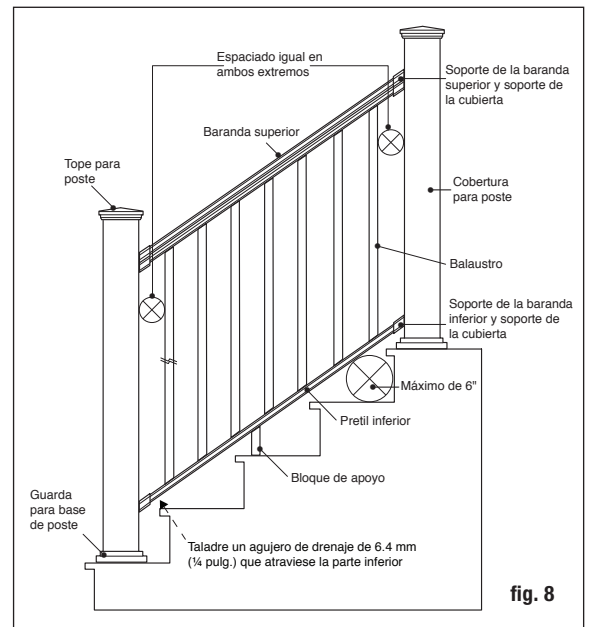
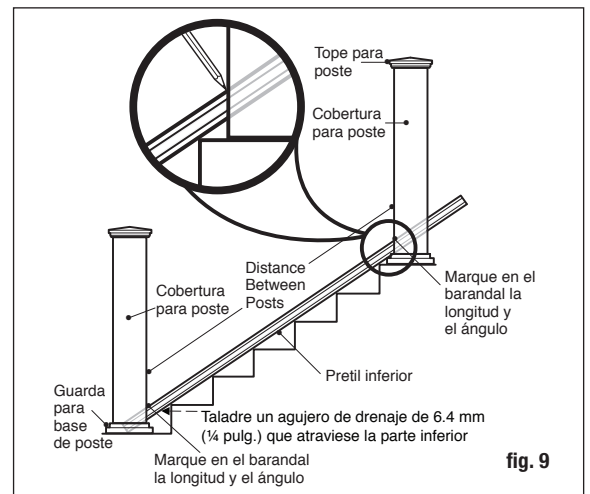

fig. 8
fig. 9
Paso 3 Posiciones, alinee verticalmente con un nivel, y sujete con abrazaderas el poste de barandal de escalera a la cara interior del travesaño. Vuelva a alinear verticalmente. El poste de barandal de 10.2 x 10.2 cm (4x4 pulg.) debe sujetarse con pernos al interior del travesaño usando dos pernos de carrocería galvanizados de 1.27 x 15.24 cm (1/2 x 6 pulg.). Los postes en esquinas requieren un tercer perno de carrocería insertado a través de la viga adyacente (fig. 8). Los postes a nivel de piso deben fijarse en concreto.
Paso 6 Mida la distancia entre las coberturas de poste instaladas para determinar la longitud de los barandales superior e inferior. Asegúrese de que los orificios de los balaustres estén orientados en la dirección correcta. Posicione el barandal inferior en los peldaños de la escalera al lado de los postes y ajústelo de modo que la distancia entre el primer agujero de balaustre y el poste sea mayor a 7 cm (2-3/4 pulg.) como mínimo, e igual en ambos extremos (fig. 8). Marque el barandal en la longitud y ángulo apropiado. Corte el barandal inferior. Corte el barandal superior a la misma longitud y ángulo (fig. 9). **Taladre un agujero de drenaje de 6.4 mm (1/4 pulg.) que atraviese la parte inferior del larguero, para evitar la acumulación de agua. Coloque el agujero cerca del extremo inferior del larguero, aproximadamente a 38 mm (1.5 pulg.) del extremo del larguero, para evitar el soporte inferior.**
Paso 7 Coloque las cubiertas de soportes del barandal apropiado y los soportes para escalera en los extremos del barandal inferior. Ponga especial atención a los soportes que utilice, ya que son diferentes dependiendo de si es el barandal superior o inferior y del ángulo hacia arriba o abajo. Determine la posición del bloque de apoyo y fíjelo al barandal inferior. Sostenga el barandal inferior entre los postes en los peldaños de la escalera (fig. 9). Podría necesitar colocar cuñas iguales entre dos rebordes de peldaños para elevar el barandal inferior. Consulte los requisitos en su área. Generalmente, no puede permitirse que pase una esfera de 15.2 cm (6 pulg.) a través del triángulo formado por el barandal inferior, el travesañ y la contrahuella (fig. 8). Centre el soporte de la escalera en el poste. Usando el soporte de escalera como guía, marque las posiciones de los tornillos en la cobertura del poste y en el barandal en ambos extremos. Pretaladre agujeros guía de .32 cm (1/8 pulg.) a través de la cobertura de poste y del barandal. Sujete el soporte de escalera a la cobertura del poste usando los tornillos cuadrados de cabeza plana #8 - 15 x 2" - #2 y luego sujete el soporte de escalera al barandal usando tornillos cuadrados autorroscantes de cabeza oblea #8-16 x 3/4" - #1.